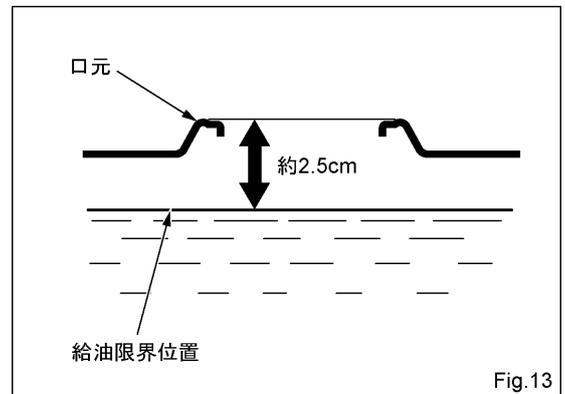

Fig.13
- エンジンを水平にし、燃料タンクキャップを外し、注入口よりガソリンの量を点検します。少ない場合は給油限界位置を超えないように補給して下さい。(Fig.13)